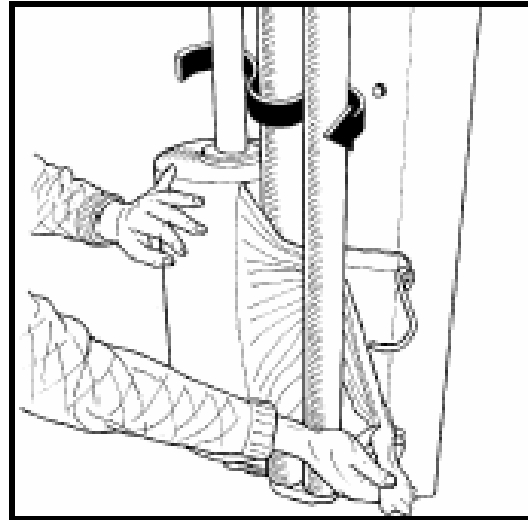

Fig. 10-2
- Cuando se cargue el rollo de plástico, primero asegúrese de que el cono superior (2) está subido y trabado arriba, luego empuje hacia atrás los rodillos tensores (3) hasta que se traben por el seguro (4).
- Ubique el rollo en el cono inferior y suelte la traba superior (1). ¡Cuidado con los dedos!
- Tire del film pasándolo entre los rodillos del pre-tensor en la dirección de la flecha (ver Fig. 10-2). (Ver también la calcomanía).
- Suelte el seguro (4) y permita que los rodillos se posen sobre el rollo de film plástico. Tire del film del rollo y átelo a la paca.